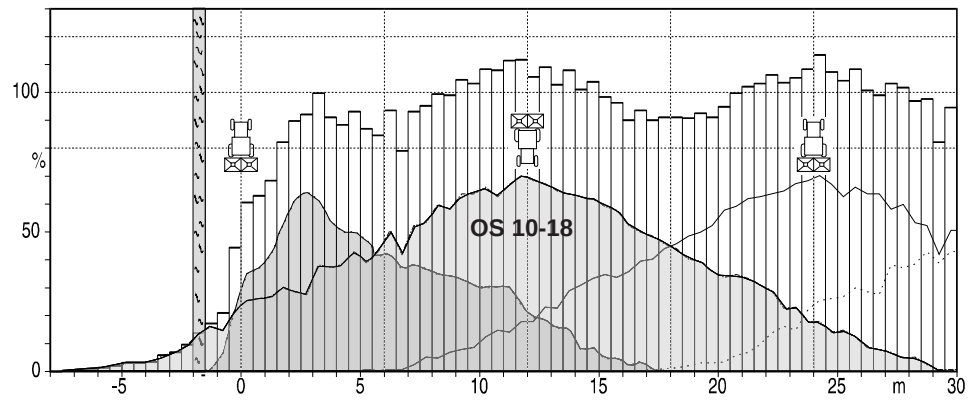

Fig. 4.3
- Har 10 till 12 m arbetsbredd (fig. 4.3 och 4.4).
Som exempel kan nämnas att gränsspridning med gränsspridningsskärm vid 18 m arbetsbredd och fältkanstavstånd 1,5 m, fungerar bra eftersom ingen gödsel kastas ut över fältkanten. Om man däremot använder samma vinginställning (med vissa gödselmedel som t ex KAS är det möjligt att erhålla en jämn spridningsbild med samma vinginställning) vid 10 eller 12 meters arbetsbredd, kommer en viss del av gödseln att kastas ut över fältkanten (ca. 4,5 till 6,5 meter förbi fältkanten) (se fig. 4.3).